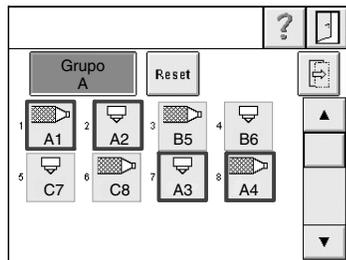

Fig. 4-48 V31
2. Marque os canais, que devam pertencer ao grupo, premindo as teclas dos canais desejados. Na fig. 4-48 : Canal 1, 2, 7 e 8. O contorno da tecla é mostrado na cor da tecla de grupo. Os canais são contados dentro do grupo e este número de contagem (aqui A1 a A4) surge sob o símbolo do canal.